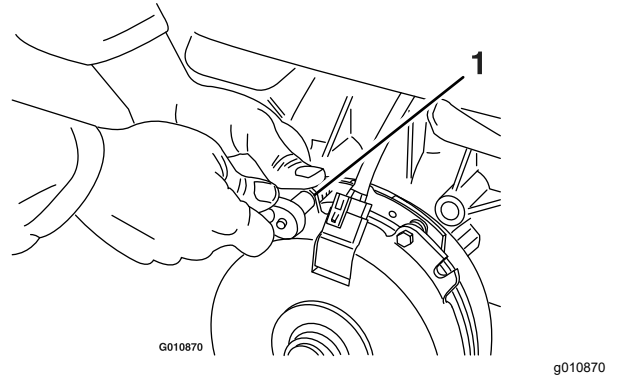

Figura 69
- A. Afloje ambos pernos de montaje del freno entre media y una vuelta, según se muestra en Figura 69.